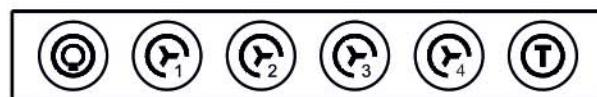

РИС. 9
7.2 Управление вытяжным зонтом осуществляется электронным переключателем ККВ с шестью кнопками (рис.9).